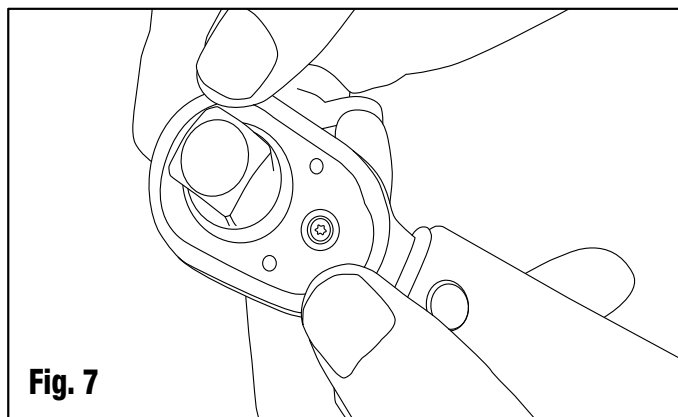

Fig. 7
Paso 7: Coloque la tapa en el conductor con el lateral del chaflán de la tapa orientado hacia afuera. Ver la fig. 7